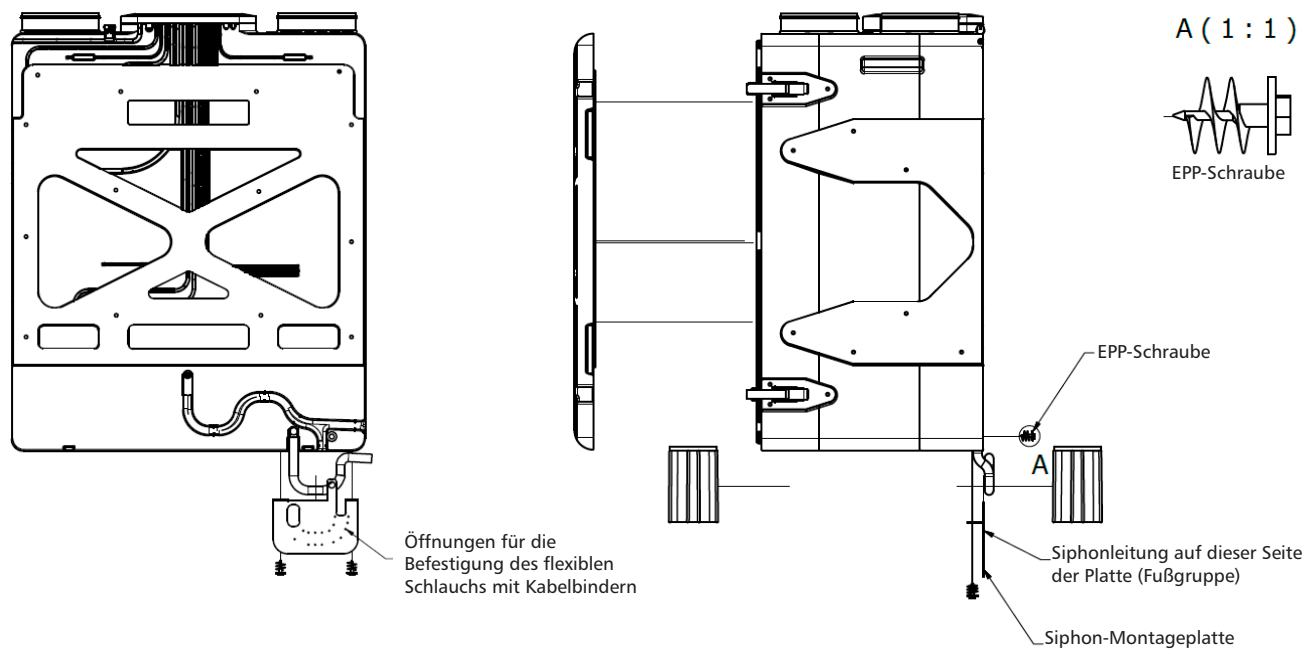

Abb. 8 - Einbau der Montageplatte des Siphons
- Befestigen Sie die Montageplatte des Siphons mit 3 EPP-Schrauben (Abb. 8)